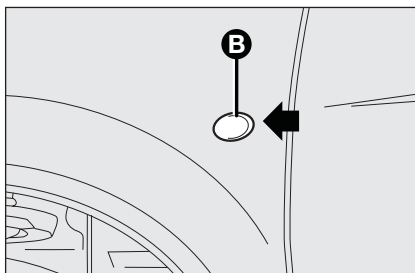

fig. 16
- ☐ haga palanca en el punto indicado por la flecha para comprimir el enganche y extraer la unidad **B-fig. 16**;